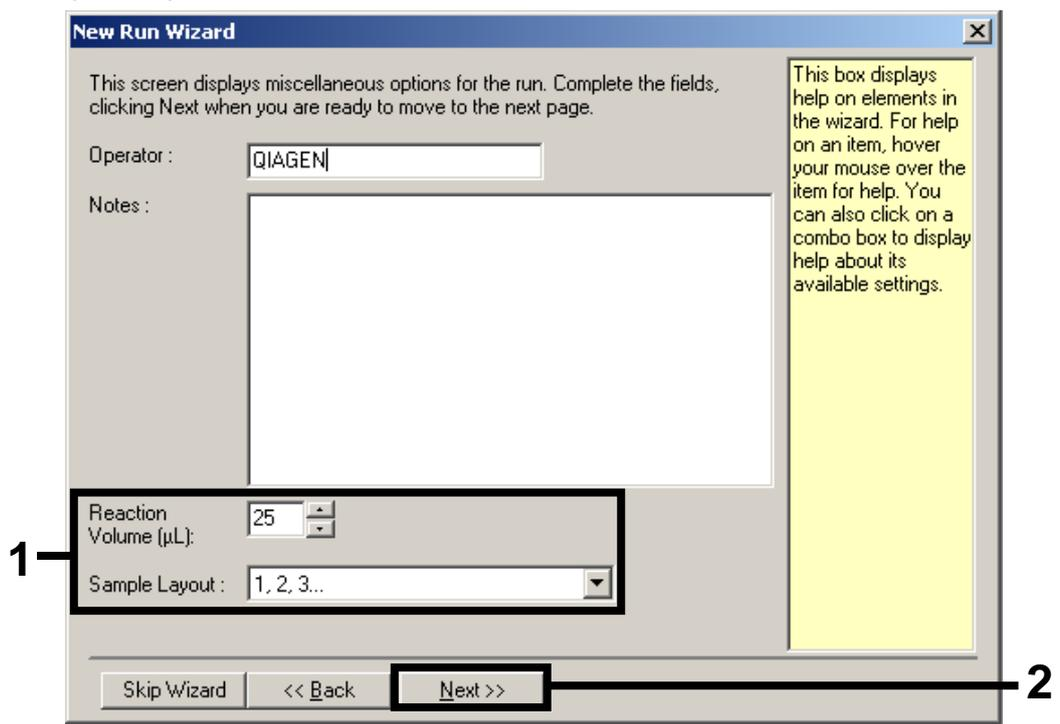

Figure 2. Définition des paramètres généraux d'analyse.
6. Sélectionner 25 pour le volume de réaction de la PCR et cliquer sur « Next » (figure 2).